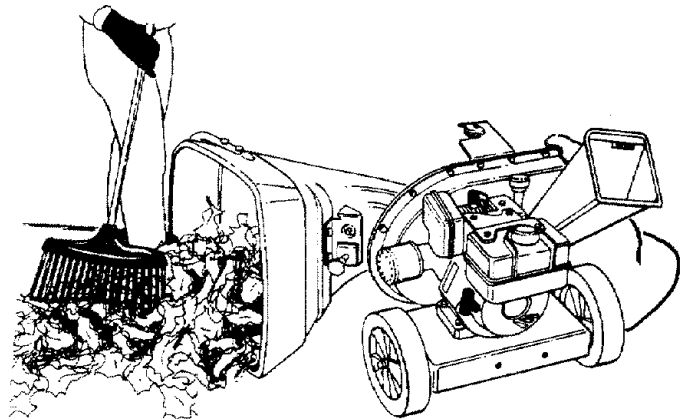
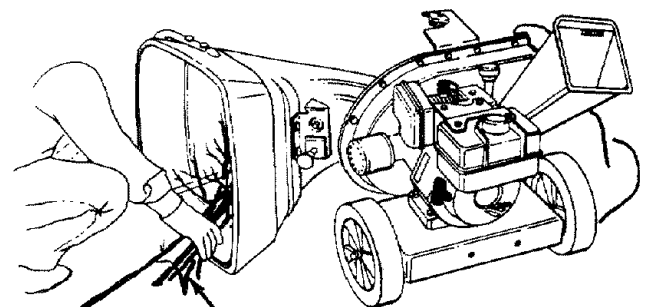

FIGURA 6.
FIGURA 7.
- Pueden rastrillarse hojas y ramitas pequeñas cuando el conjunto de la tolva se baja al nivel del suelo. Vea la figura 6. Ramas pequeñas de hasta 1/2" de diámetro (recomendado) o de 1" de diámetro (máximo) pueden también alimentarse al conjunto de la tolva en esta posición. Vea la figura 7.